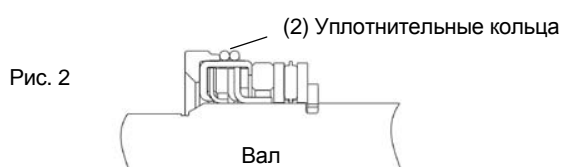

Рис. 2
8. Соберите два уплотнительных кольца на внешнем корпусе узла картриджа нового уплотнения, как показано на рис. 2. Установите кольца одно за другим, предотвращая их наседание друг на друга.